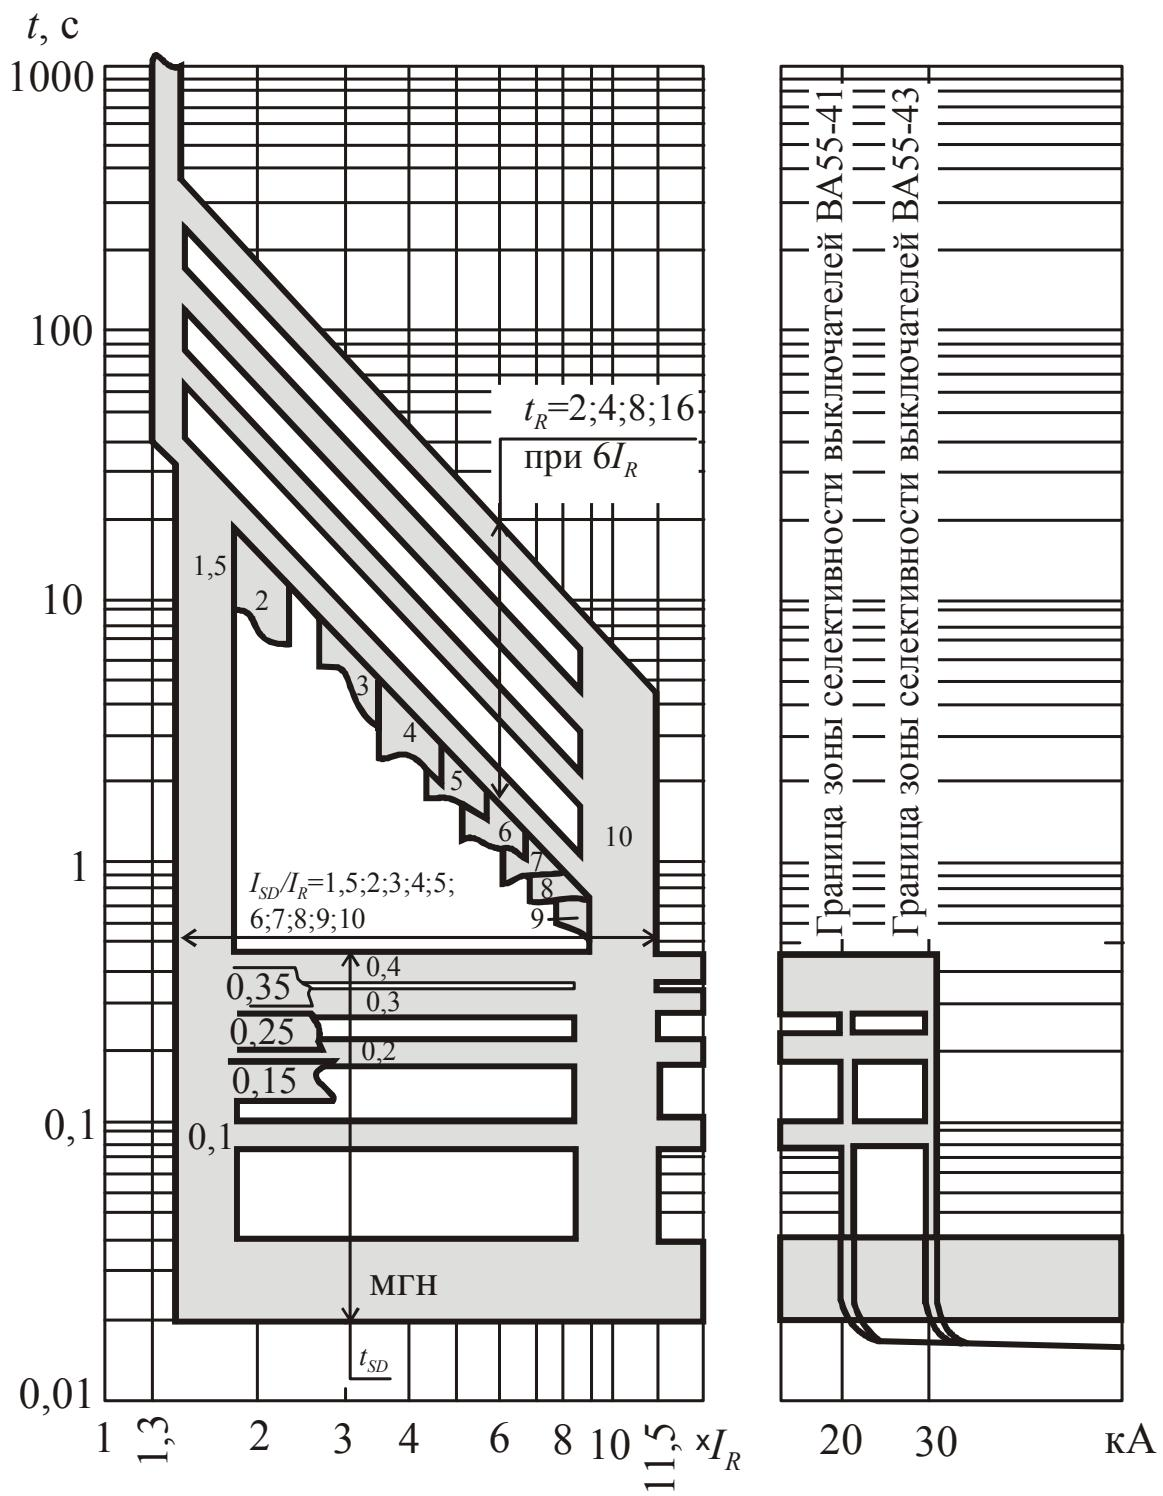

Рис. 2.37. Обратноквадратичная зависимость защитных характеристик автоматических выключателей ВА55
Трехполюсные автоматические выключатели серии ВА55 (производитель ОАО «Электроаппарат», г. Курск). Выключатели изготавливаются с полупроводниковым максимальным расцепителем тока на базе микроконтроллера Atmega 16L. Технические (табл. 2.16) и защитные (рис. 2.37, 2.38) характеристики этих автоматов отличаются от характеристик выключателей аналогичных моделей производства ОАО «Контактор», г. Ульяновск.
- типа защитной характеристики (рис. 2.37, 2.38);
*1 – для обратноквадратичной зависимости защитной характеристики, рис. 2.37;